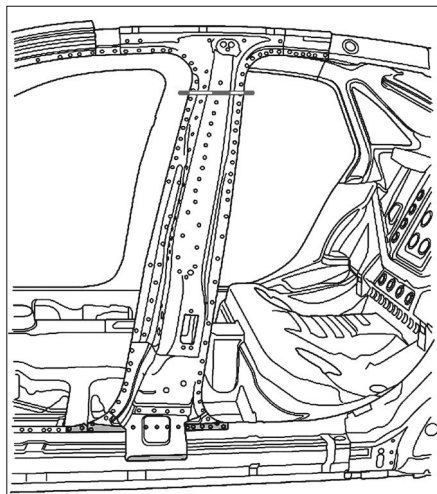

FIG. 18
- Effectuer la découpe en procédant comme indiqué (Fig.18).